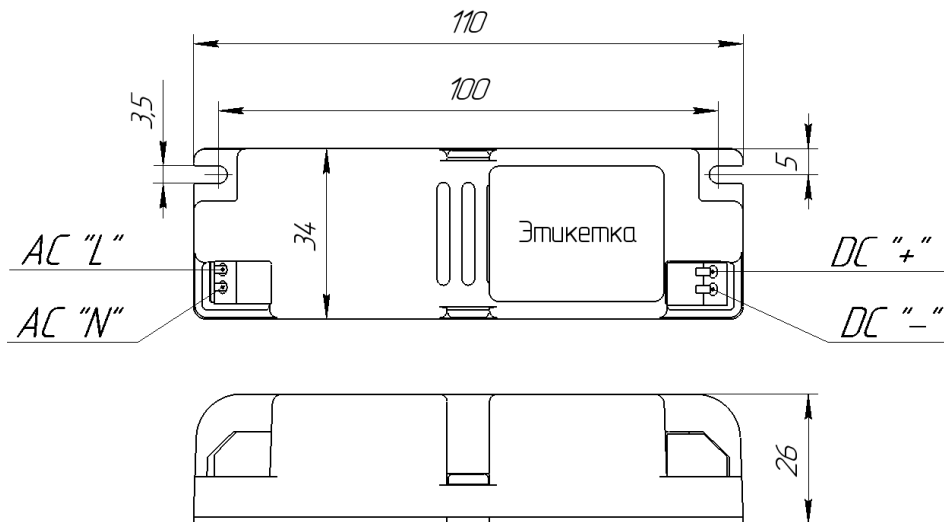

Рис. 1
6.4. Все работы по монтажу изделия необходимо производить только при отключенном напряжении питающей сети. Подключить к выходному разъему провода идущие от светодиодной матрицы в соответствии с рис.1. Затем подключить сетевые провода.